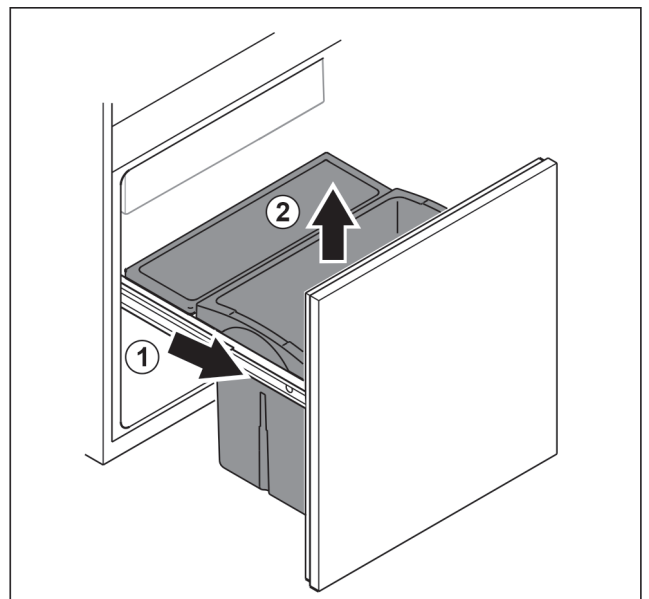

Fig. 89
- ▶ Estrarre il carrello estraibile fino all'arresto. Fig. 89 (1)
- ▶ Rimuovere il cassetto estraendolo verso l'alto. Fig. 89 (2)